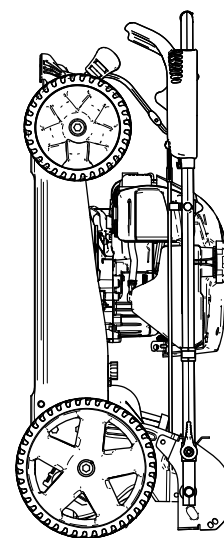

Figure 21
6. Levez l'avant de la machine par le guidon et amenez-la dans un lieu de remisage (Figure 21).